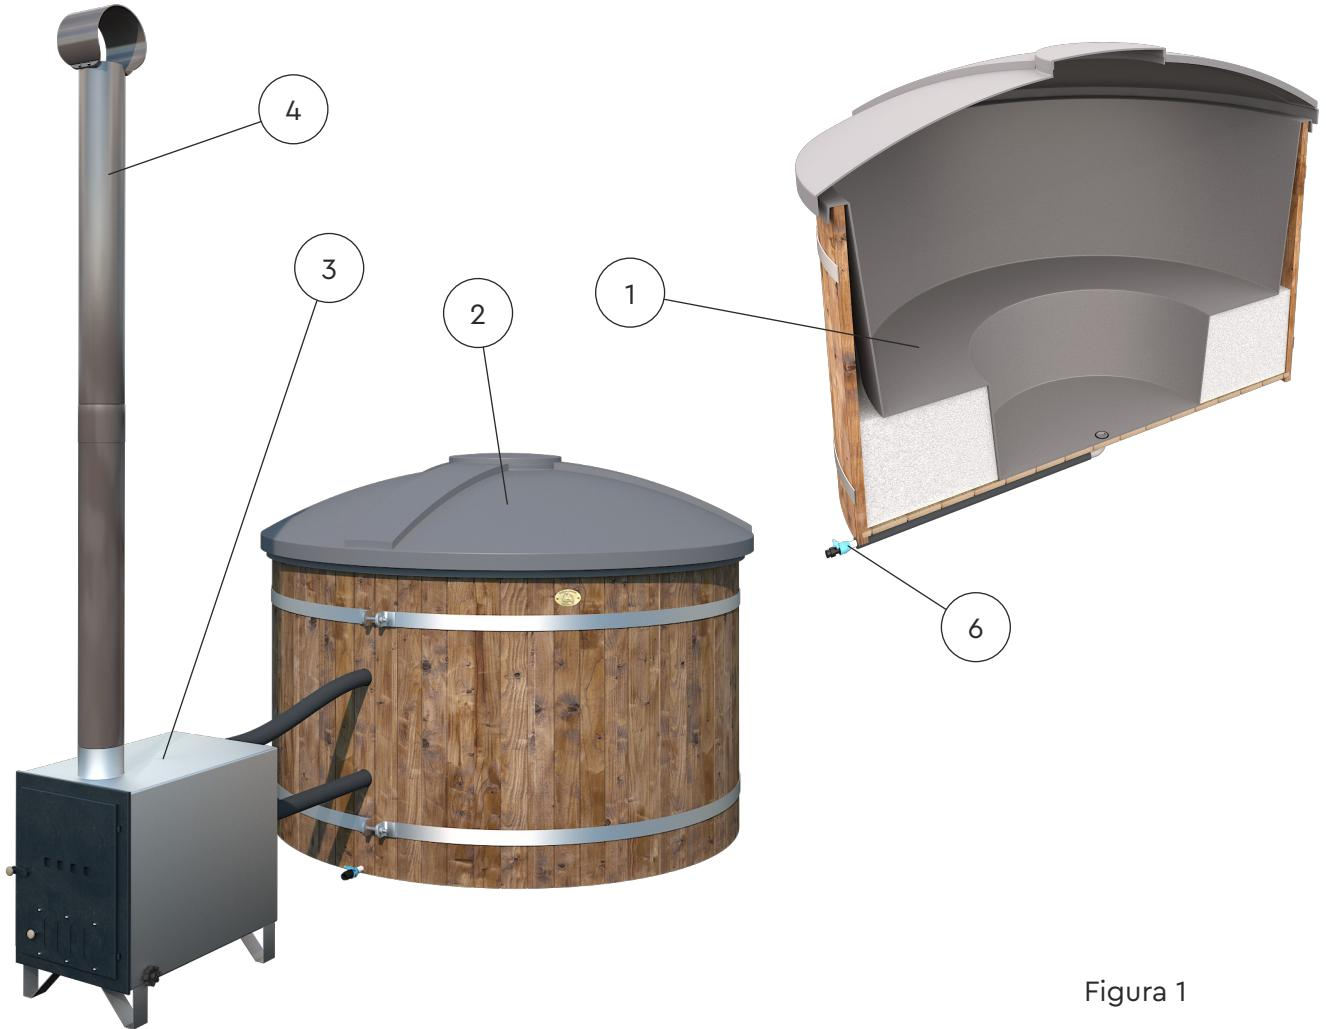

Figura 1
**Mini piscina calefactable** – parte de la mini piscina que se llena de agua (ver figura 1).
6. Válvula de desagüe de la mini piscina ver figura 1